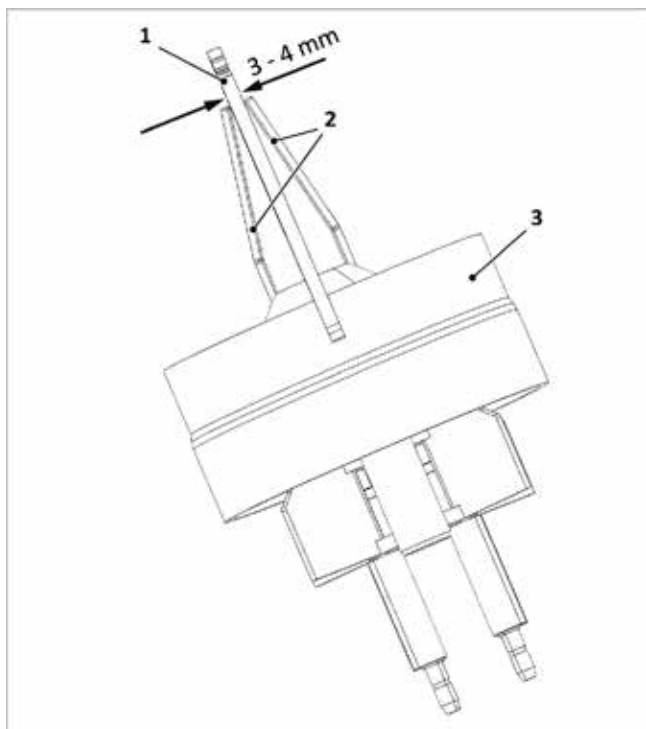

Fig. 124: Controllo della distanza degli elettrodi di accensione
3. Distanza degli elettrodi come nella ➔ fig. 124 controllare ed eventualmente correggere piegando con cautela.